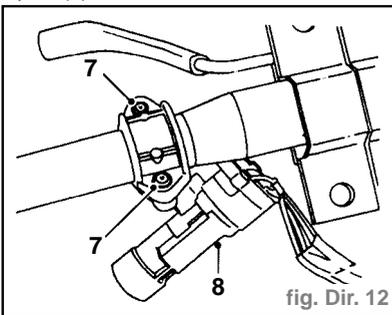

fig. Dir. 12
- Enlever les 2 écrous à bride et les 2 boulons (5) maintenant le support supérieur (6) de colonne de direction.
- Pointer le centre des deux boulons à tête cisaillable (7) et les percer avec un forêt de 5 mm (Fig. Dir.12).
- Déposer l'antivol de direction et le support (8).